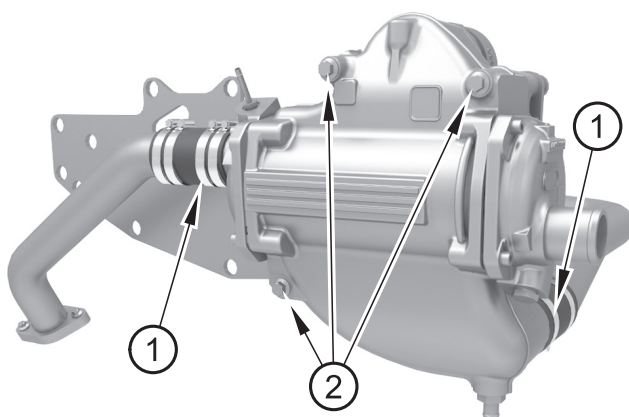

Figura 22
2. Afloje los clips de la manguera (figura 22, elemento 1).